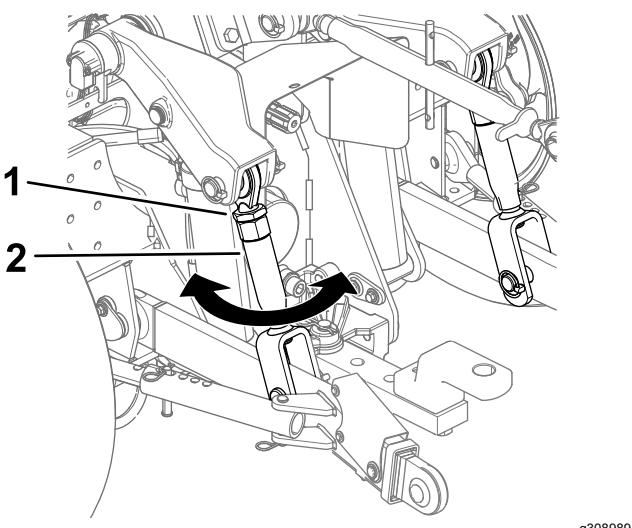

Figura 24
3. Apriete la contratuercia (Figura 24).